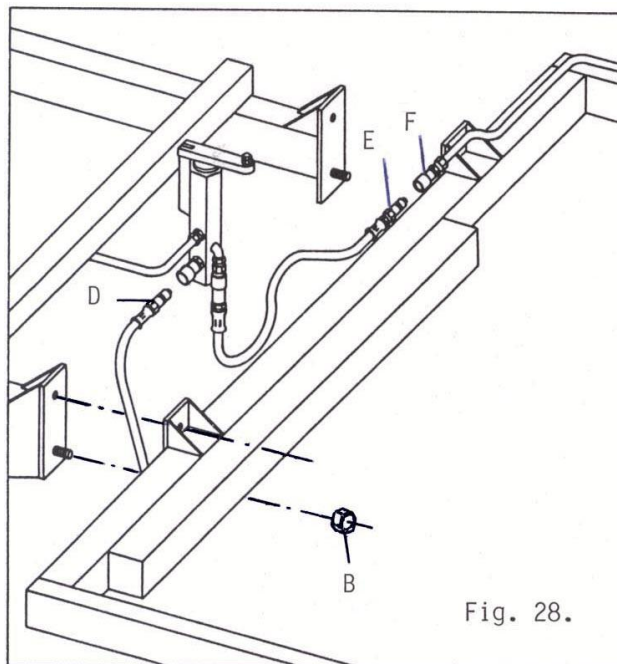

Fig. 28.
4. De 4 møtrikker B, løsnes (Fig. 28). Ved hjælp af hhv. støtthjulet og bagstøttebenet aflastes boltene B, så redskabet, når bolte/møtrikkerne er fjernet helt, kan køres ca. 10 cm fremad.
6. Herefter kan hydraulikslangerne (Fig. 28) om kobles således: